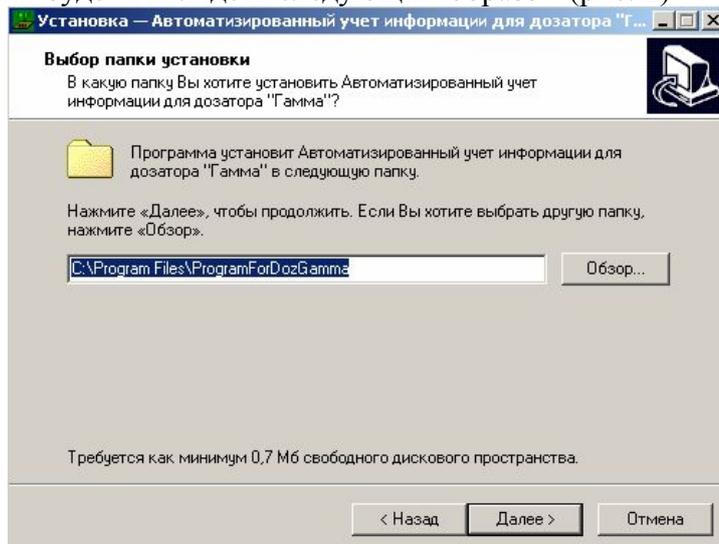

Рис. 2
2.2 Окно установки будет выглядеть следующим образом (рис. 2)